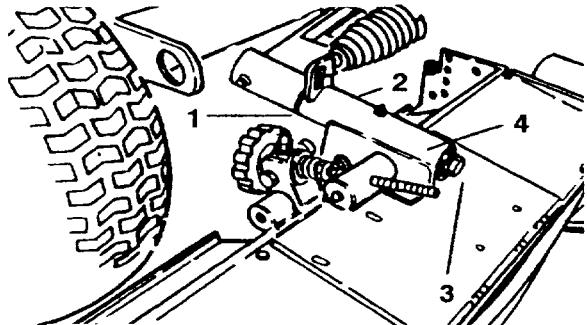

Figure 45
- Enfiler une rondelle de butée sur l'axe d'articulation des bras de relevage (Fig. 45).